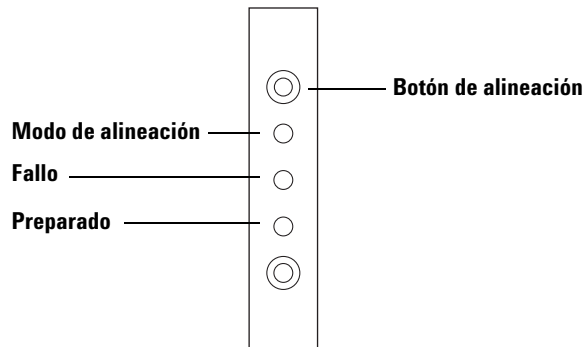

Figura 109 Alineación de la torre
- 4 Utilice un objeto largo y estrecho para presionar el botón interior **Alignment** situado sobre los indicadores luminosos. Evite el contacto con todo lo que haya detrás o alrededor del botón interior en el orificio (Figura 109).